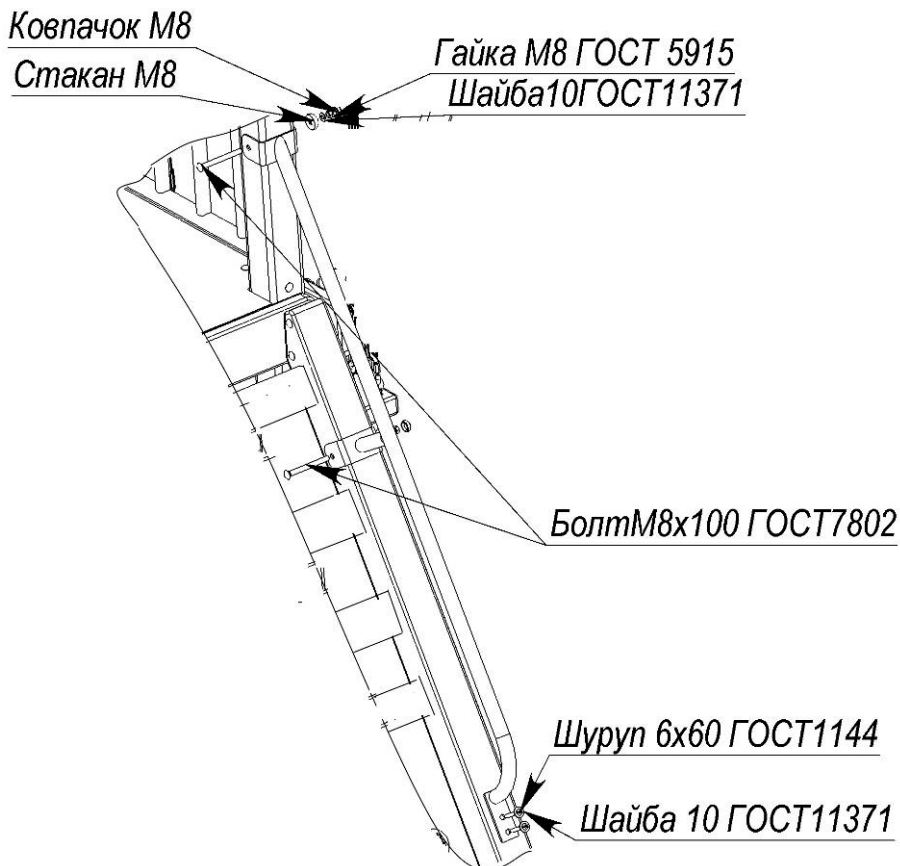

Рисунок 12 «Схема закріплення перил підйому»
- 15) До розміщеного підйому закріпити перила (рис.12) за допомогою болтів М8х100 ГОСТ 7802, гайок М8 ГОСТ 5915, шайб 10 ГОСТ 11371, стаканів та ковпачків М8 через металеву скобу, а фланці перил – шурупами 6х60 ГОСТ 1144 та шайбами 10 ГОСТ 11371.